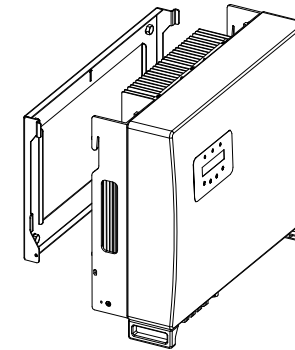

Figure 4.5 Support de montage mural
2. Soulevez l'onduleur (veillez à éviter toute tension corporelle) et alignez le support arrière de l'onduleur avec la section convexe du support de montage. Accrochez l'onduleur sur le support de montage et assurez-vous que l'onduleur est sécurisé (voir Figure 4.5)